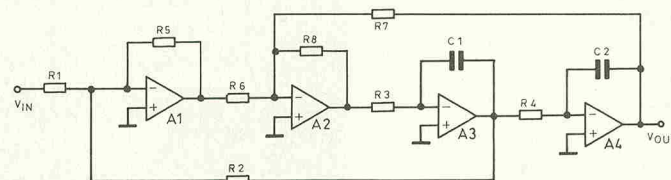
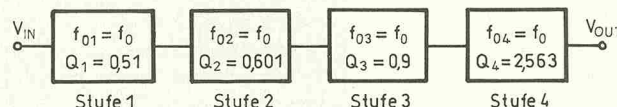

Bild 1. Eine altbekannte Analogschaltung: Das Universalfilter.
Bild 2. Vier Universalfilterschaltungen in Serie ergeben ein Filter 8. Ordnung nach Butterworth...
Bild 1 zeigt die Schaltung einer üblichen Universalfilterstufe 2. Ordnung mit den frequenzbestimmenden Bauelementen R3, C1 und R4, C2. Werden hierin die beiden Widerstände R3 und R4 durch einen CMOS-D/A-Wandler ersetzt, der mit geschalteten, integrierten Widerständen arbeitet, so läßt sich darüber die Frequenzeinstellung vornehmen.
2. Ordnung (nach Bild 1) kaskadiert werden, wobei jeder Stufe n eine bestimmte Eckfrequenz f_{0n} und eine bestimmte Güte Q_n zugewiesen wird. Bild 2 zeigt die Parameter für eine Filtercharakteristik nach Butterworth, in Bild 3 sind die Werte für ein Tscheybscheff-Filter eingetragen.
oder, bezogen auf die Schaltung nach Bild 1.
Für ein Butterworthfilter mit $A_0 = 1$ (nach Bild 2) sind die errechneten Werte in Tabelle 1 zusammengefaßt.
Wird für die Filterschaltung nach Bild 1 $C_1 = 220 \text{ pF}$ gewählt und R_{DAC} mit $14 \text{ k}\Omega$ angenommen, so kann aus der Gleichung